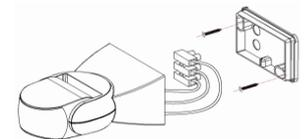

Figure2
- >> Fixer le fond avec une vis sur la position sélectionnée (Se référer a la figure 2).